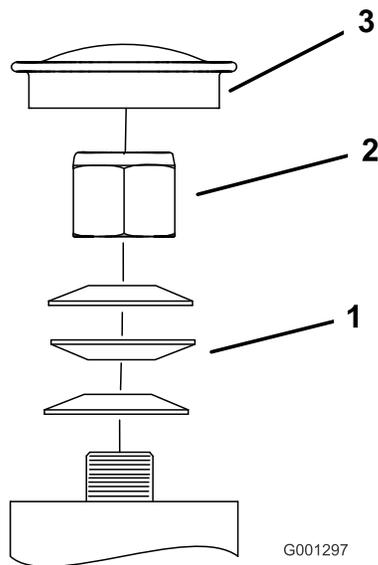

Figure 59
3. Retirez le capuchon antipoussière de la roue pivotante et serrez le contre-écrou (Figure 59).
4. Continuez de le serrer jusqu'à ce que les rondelles élastiques soient aplaties, puis desserrez-le de 1/4 de tour pour obtenir la précharge correcte des roulements (Figure 59).
**Important:** Veillez à placer les rondelles comme illustré (Figure 59).
5. Remettez le capuchon antipoussière en place (Figure 59).